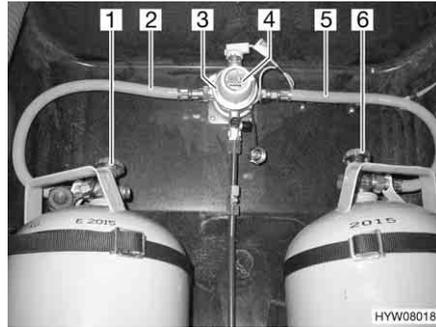
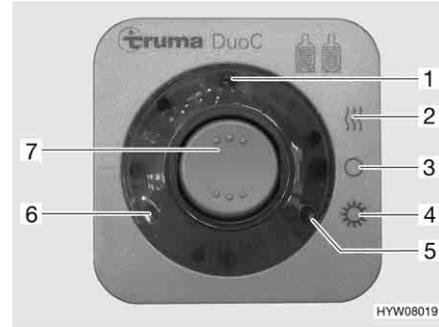

Bild 99 DuoControl-Umschaltanlage
Bild 100 Bedieneinheit
Die DuoControl-Umschaltanlage besteht aus einem Umschaltventil (Bild 99,3) und der Bedieneinheit (Bild 100). Das Umschaltventil ist zwischen den Gasschläuchen (Bild 99,2 und 5) montiert. Mit dem Drehknopf (Bild 99,4) am Umschaltventil kann bestimmt werden, welche der Gasflaschen als Betriebsflasche und welche Gasflasche als Reserveflasche verwendet wird.
An der Bedieneinheit (Bild 100) können nur die elektrischen Funktionen geschaltet werden. Die Haupt-Absperrventile der Gasflaschen (Bild 99,1 und 6) müssen von Hand geöffnet werden.
Das Umschaltventil gewährleistet einen konstanten Gasdruck, unabhängig davon, welche Gasflasche Gas liefert. Die zwei Kontroll-Leuchten an der Bedieneinheit zeigen den Füllstand der Betriebsflasche an. Wenn die grüne Kontroll-Leuchte (Bild 100,6) leuchtet, ist die Betriebsflasche voll. Wenn die rote Kontroll-Leuchte (Bild 100,5) leuchtet, ist die Betriebsflasche leer. Die Gasversorgung erfolgt dann über die Reserveflasche.
- Die Haupt-Absperrventile an den Gasflaschen (Bild 99,1 und 6) öffnen.
- Mit dem Drehknopf (Bild 99,4) am Umschaltventil (Bild 99,3) die Gasflasche wählen, der vorrangig das Gas entnommen werden soll (Betriebsflasche).
- An der Bedieneinheit (Bild 100) die DuoControl-Umschaltanlage einschalten.
Dazu den Wippschalter (Bild 100,7) auf Winterbetrieb "Ein und Heizen" (Bild 100,2) oder auf Sommerbetrieb "Ein" (Bild 100,4) stellen. Das Umschaltventil ist jetzt entlüftet. Die gelbe Kontroll-Leuchte (Bild 100,1) leuchtet, wenn Winterbetrieb gewählt wird und die Regler-Enteisungsanlage eingeschaltet ist.
- Den Wippschalter (Bild 100,7) auf "0" (Bild 100,3) stellen. Die gelbe Kontroll-Leuchte (Bild 100,1) erlischt.
- Die Haupt-Absperrventile an den Gasflaschen (Bild 99,1 und 6) schließen.
Die Kontroll-Leuchten an der Bedieneinheit (Bild 100,5 und 6) signalisieren im Fahrzeuginnenraum, ob die Betriebsflasche betriebsbereit ist.
Wenn die grüne Kontroll-Leuchte (Bild 100,6) während des Betriebs erlischt und die rote Kontroll-Leuchte (Bild 100,5) aufleuchtet, ist die als Betriebsflasche gewählte Gasflasche leer und muss gewechselt werden. Die Reserveflasche versorgt die Gasverbraucher weiterhin mit Gas.